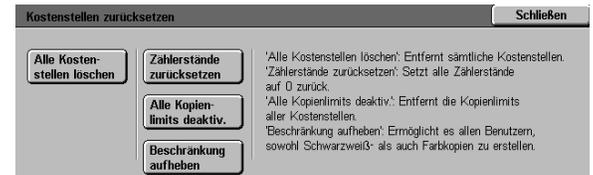

Abb. 11: Kostenstellen zurücksetzen
- 1 Im Bildschirm "Kostenzählerverwaltung" **Kostenstellen zurücksetzen** betätigen (s. Abb. 11).